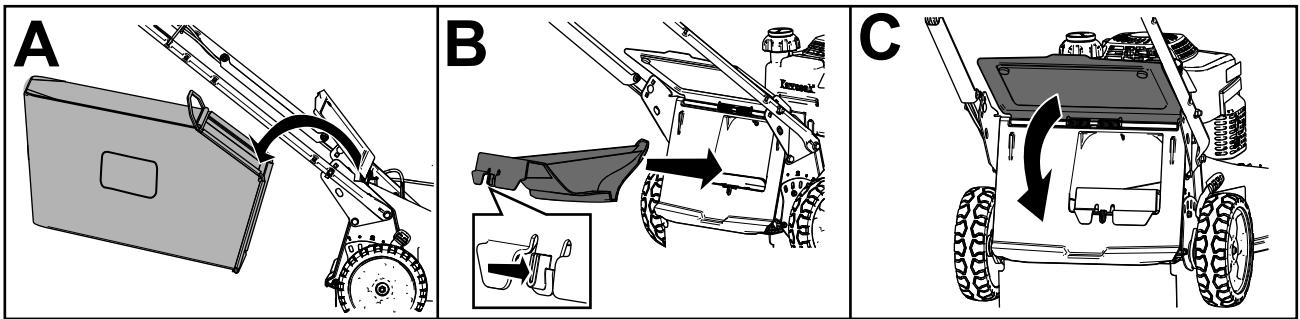

Figura 19
- Si la bolsa de recogida está instalada en la máquina, retírela (Figura 19, A).
- Si el tapón de descarga trasero no está instalado, sujetelo por el asa, eleve el deflector trasero e intodúzcalo en el conducto de descarga trasera hasta que el enganche encaje en su sitio (Figura 19, B).
3. Retire la varilla de la bolsa de recogida de las muescas de la base del manillar (Figura 19, A).
4. Instale el tapón de descarga (Figura 19, B).
5. Baje el deflector trasero (Figura 19, C).